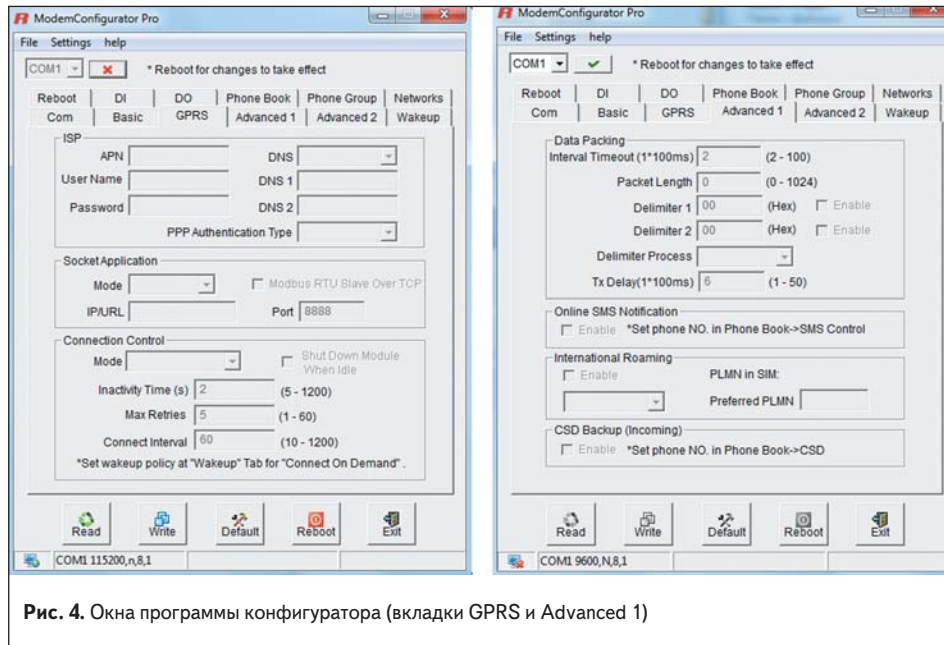

Рис. 4. Окна программы конфигуратора (вкладки GPRS и Advanced 1)
- Программа для конфигурирования M1000 Pro с ПК ModemConfigurator Pro бесплатно предоставляется производителем и позволяет настраивать модемы через COM-порт. Это простая программа с графическим интерфейсом (рис. 4). С помощью этой программы-конфигуратора удобно сохранять профили настроек модемов в бинарные файлы и далее импортировать их в другие модемы Robustel, что в свою очередь упрощает развертывание сетей.